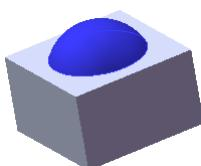
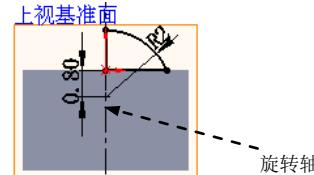
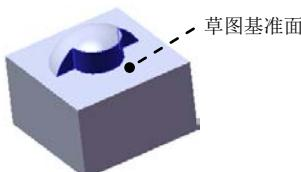
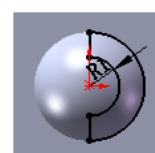

图 13.4.11 旋转 1
图 13.4.12 横断面草图
图 13.4.13 切除一拉伸 1
图 13.4.14 横断面草图
Step3. 创建图 13.4.11 所示的零件基础特征——旋转 1。
(1) 选择命令。选择下拉菜单**插入(I)** \rightarrow **凸台/基体(B)** \rightarrow **旋转(R)...**命令。
(2) 定义特征的横断面草图。选取上视基准面作为草图基准面，绘制图 13.4.12 所示的横断面草图。
(3) 定义旋转轴线。采用图 13.4.12 所示的中心线作为旋转轴线。
(4) 定义旋转属性。在“旋转”对话框**方向1**区域的下拉列表中选择**给定深度**选项，采用系统默认的旋转方向。在**文本框**中输入数值 360，选中**合并结果(M)**复选框。
(5) 单击 \checkmark 按钮，完成旋转 1 的创建。
Step4. 创建图 13.4.13 所示的切除一拉伸 1。选择下拉菜单**插入(I)** \rightarrow **切除(C)** \rightarrow **拉伸(E)...**命令；选取图 13.4.13 所示的表面作为草图基准面，绘制图 13.4.14 所示的横断面草图；单击**方向1**区域的下拉列表，并在其下拉列表中选择**完全贯穿**选项。其他采用系统默认设置值。单击 \checkmark 按钮，完成切除一拉伸 1 的创建。